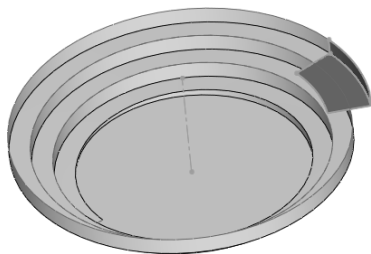
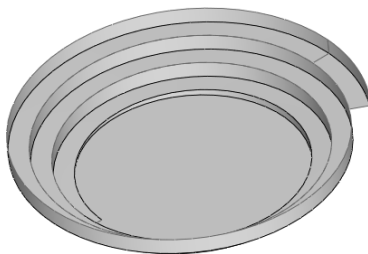

图 4-99 旋转曲面效果
图 4-100 曲面剪裁效果
STEP 1 在上部料口边线所在的面中绘制一草图，并用其旋转出一段曲面（旋转角度为 30° ），如图 4-99 所示，然后通过“剪裁曲面”操作将曲面多余的部分删除，效果如图 4-100 所示。